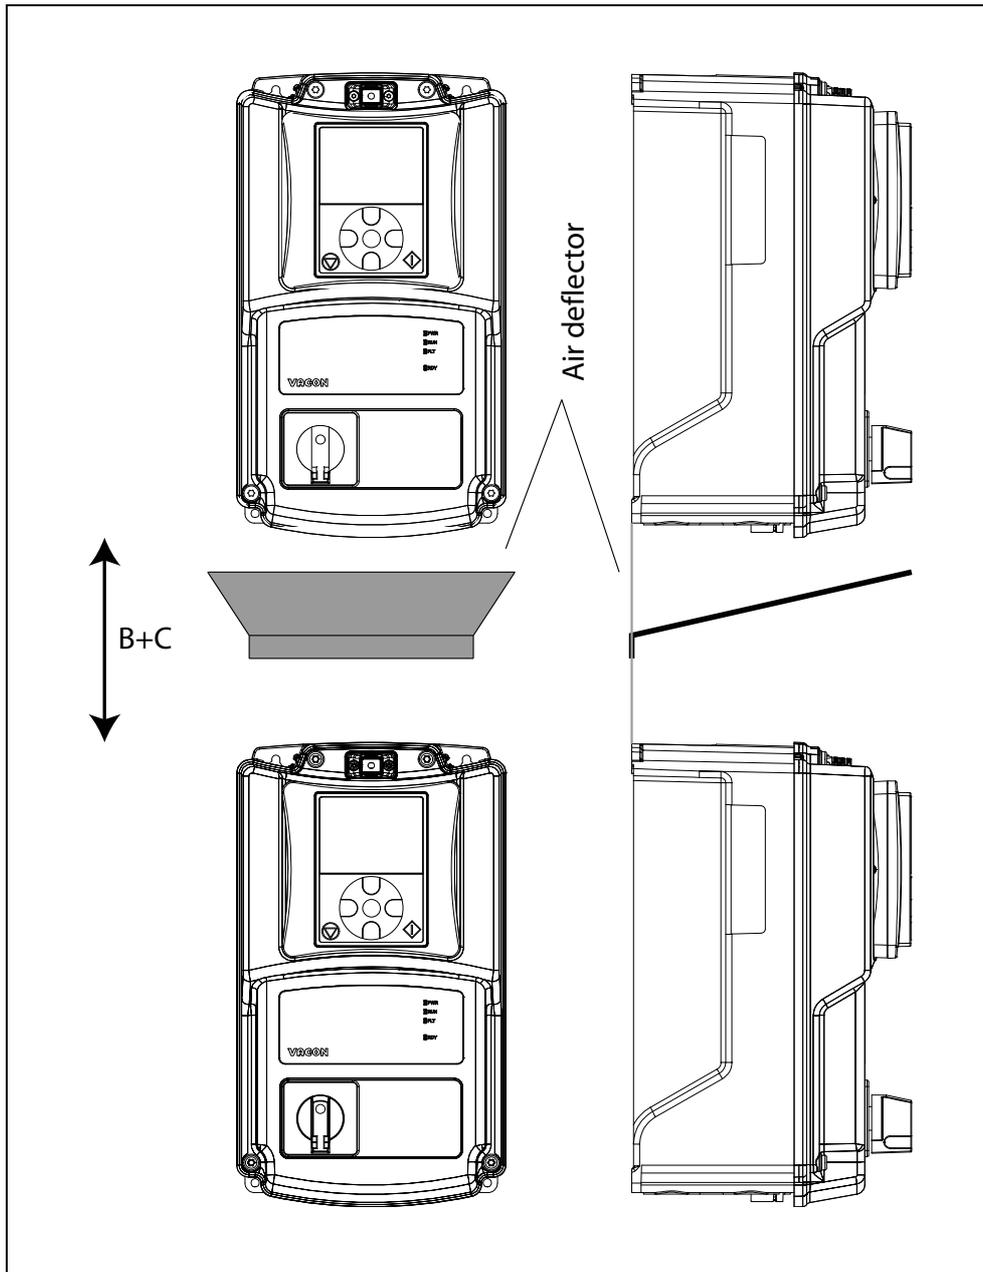

Abbildung 14. Installationsabstände, wenn Frequenzrichter übereinander montiert werden.
**Es ist zu beachten**, dass im Falle einer Montage mehrerer Geräte übereinander der erforderliche Freiraum B+C entsprechen muss (siehe Abbildung 14.). Zudem muss die Abluft, die vom unteren Gerät zum Kühlen verwendet wird, vom Lufteinlass des oberen Geräts z.B. mithilfe eines Metallplättchens, das zwischen den Frequenzumrichtern an der Wand befestigt wird, abgelenkt werden, wie auf Abbildung 14. gezeigt wird.